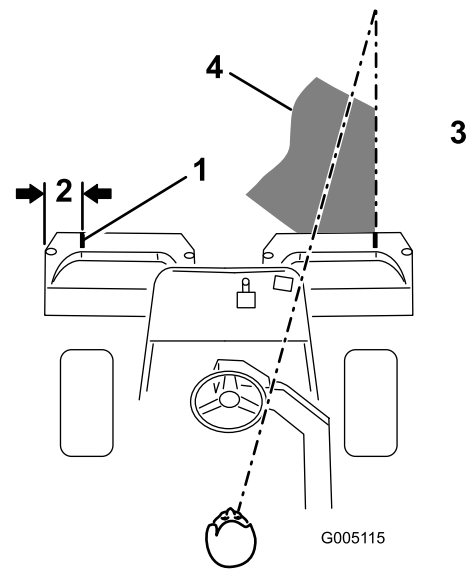
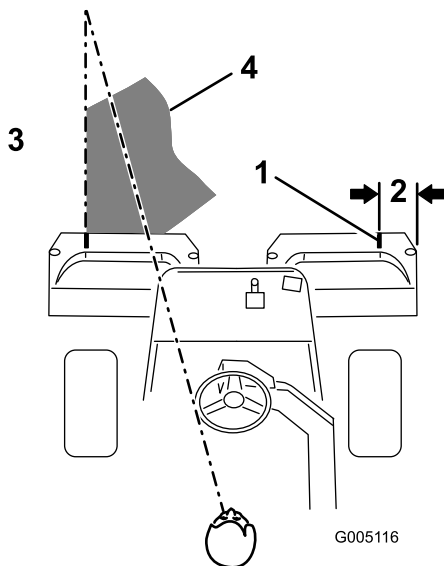

Figura 30
Figura 31
2. Coloque uma fita branca ou pinte um tira em cada um dos cestos, paralelamente à extremidade exterior de cada cesto (Figura 30).
3. Sobreponha uma quantidade mínima com o corte anterior nas passagens adicionais. Para cortar em linha reta ao longo do relvado e de modo a conseguir manter uma distância equitativa entre a extremidade da zona de corte anterior, estabeleça uma linha imaginária de aproximadamente 1,8 a 3 m à frente da máquina até a extremidade da zona por cortar (Figura 30 e Figura 31). Alguns utilizadores acham útil incluir a borda exterior da roda motriz na linha imaginária; por exemplo, mantenha a extremidade da roda motriz alinhada com um ponto que se mantém sempre à mesma distância da dianteira da máquina (Figura 30 e Figura 31).